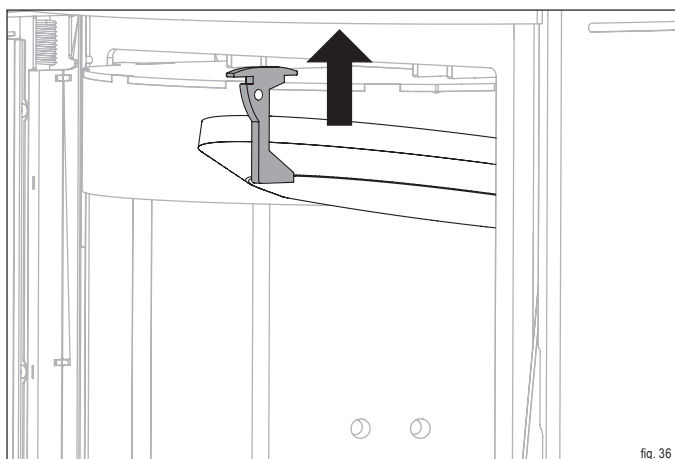

fig. 36
- ▶ Spingere in alto il supporto della pietra termica (fig. 36).